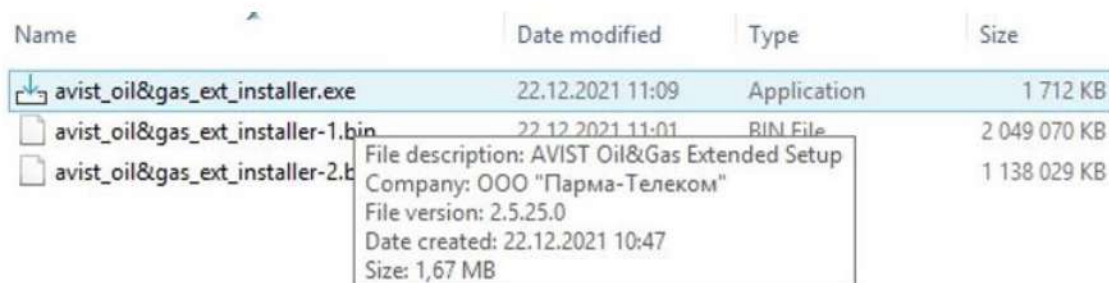

Рисунок 29 - Запуск инсталлятора
- 1) Запустить инсталлятор – файл `avist_oil&gas_ext_installer.exe` (Рисунок 29).